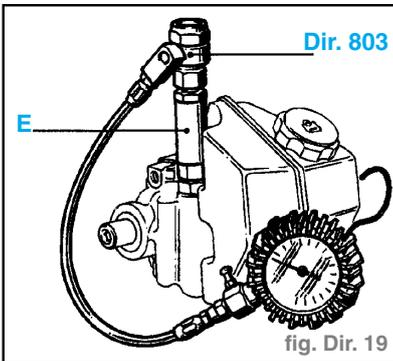

fig. Dir. 19
- Interposer le raccord **Dir. 803** (pas métrique) entre le tuyau et la pompe en utilisant l'embout (E) de l'ensemble **Mot. 836-05** et les raccords **Mot. 836-06** de façon à dégager le raccord **Dir. 803** du bocal. (fig. Dir. 19)